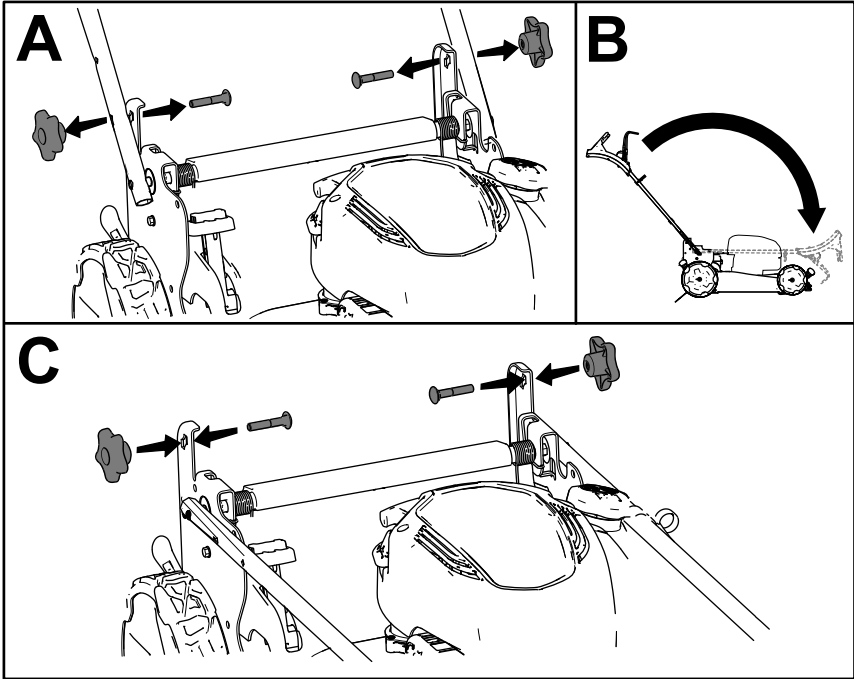

Figura 19
1. Retire y guarde los 2 pomos del manillar y los 2 pernos de cuello cuadrado de los soportes del manillar (Figura 19, A).
2. Doble el manillar girándolo hacia adelante (Figura 19, B).
3. Sin apretarlos, instale los pomos del manillar y los pernos de cuello cuadrado en los soportes del manillar (Figura 19, C).